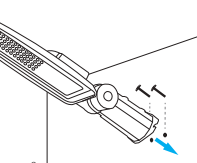

рис. 2
5.6.2 Монтаж светильника на стену (рис. 2):